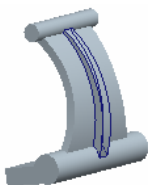
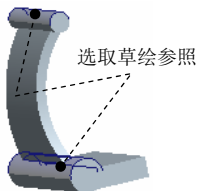
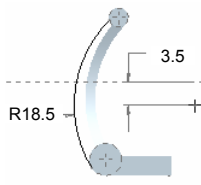

图 5.38.100 创建筋特征 1
图 5.38.101 定义草绘参
图 5.38.102 截面草图
Step8. 创建图 5.38.100 所示的轮廓筋特征 1。单击 **模型** 功能选项卡 **工程** 区域  下的  按钮。选取 FRONT 基准平面为草绘平面，RIGHT 基准平面为参考平面，方向为 **右**；单击 **草绘** 按钮 ，选取如图 5.38.101 所示的曲面为草绘参照，绘制图 5.38.102 所示的截面草图。在图形区单击箭头调整筋的生成方向指向实体侧，采用系统默认的加厚方向，在厚度文本框中输入筋的厚度值 2.0。单击  按钮，完成轮廓筋特征 1 的创建。